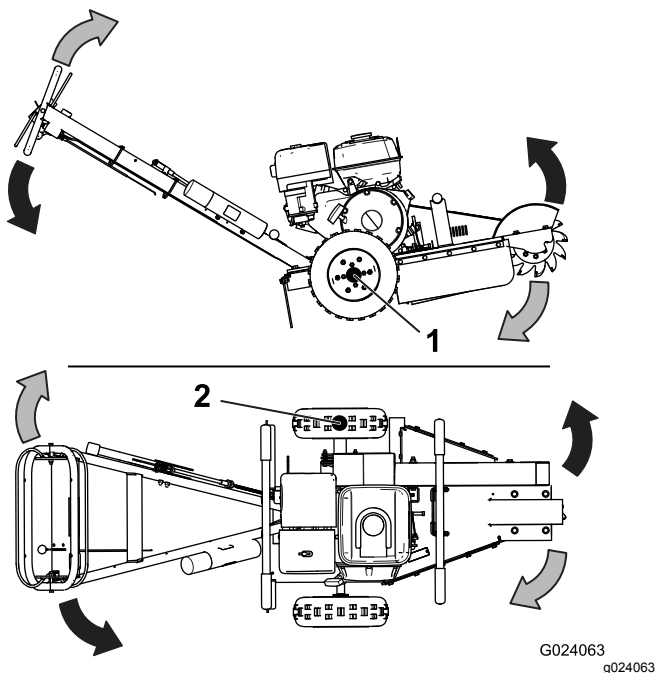

Figure 10
2. Appuyez sur le guidon pour soulever le disque de coupe du sol (Figure 10).
5. Écartez le disque de coupe de côté (Figure 10), puis abaissez-le d'environ 1 à 2,5 cm ($\frac{1}{2}$ à 1 po) dans le coin supérieur avant de la souche.